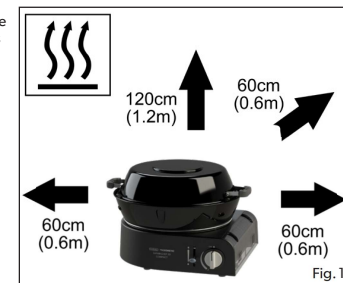

Fig. 1
- Assurez-vous que l'appareil est utilisé à distance de toute matière inflammable. Distances de sécurité minimales : au-dessus de l'appareil : 1.2m, à l'arrière et sur les côtés : 60cm (Fig. 1).